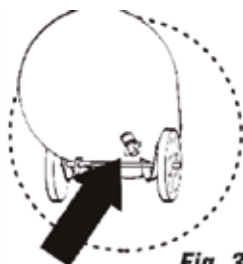

Fig. 3
- Drene el tanque a través de la válvula de drenado ubicada en la parte inferior del tanque al menos una vez por semana. (Fig. 3)